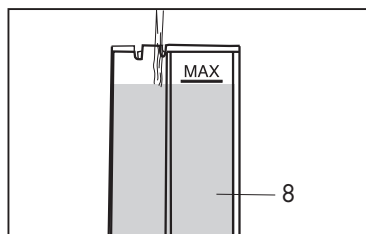

Fig. 2
- Riempire il serbatoio fino al raggiungimento del livello massimo indicato (MAX). **(Fig.2)**